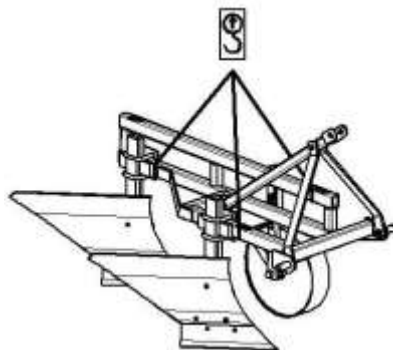

Рисунок 2 – Схема строповки
12.3 Погрузку и выгрузку плуга производите согласно схемы строповки (рисунок 2) грузоподъемными средствами в соответствии с ГОСТ 12.3.002, ГОСТ 12.3.009.